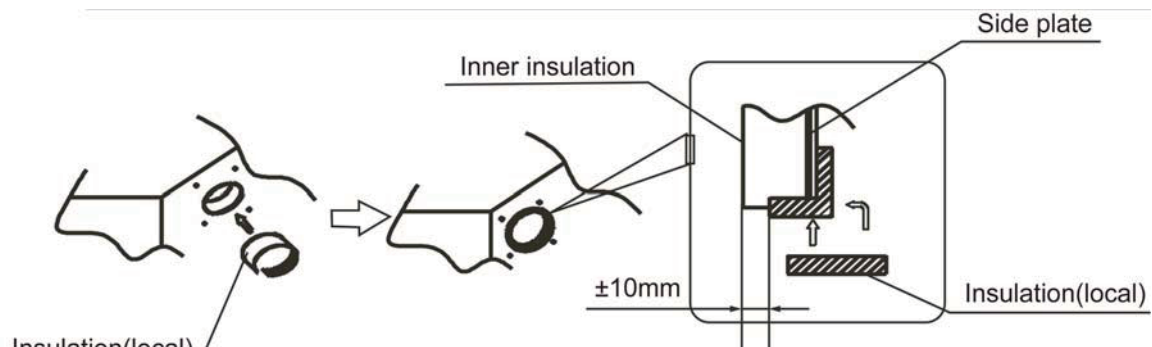

Fig. 12.5
- Los extremos de la placa lateral y del aislante interior deben estar totalmente adheridos, sin que exista espacio alguno en la circunferencia del orificio. Asegúrese de que la superficie interna del aislante está en contacto con el extremo del aislante interno y la placa lateral. (Consulte la Fig. 12.5).